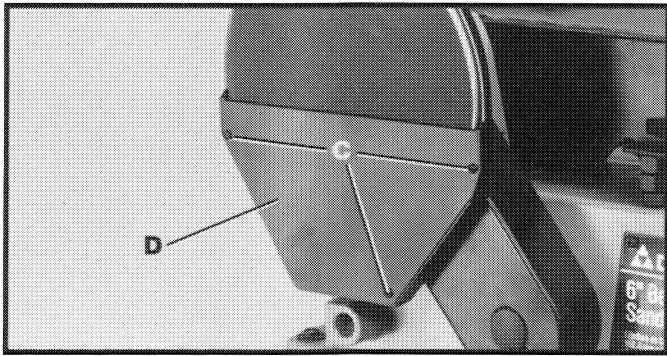

Fig. 45
3. Quite los tres tornillos (C) Fig. 45 y la tapa inferior (D).